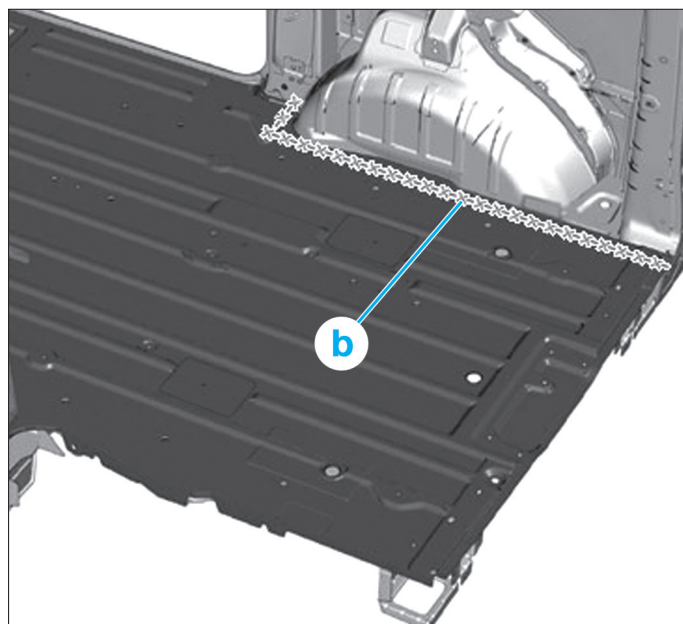

FIG. 91
- Tracer puis découper en (b) la tôle de recouvrement intérieur (opération symétrique) (Fig.91).